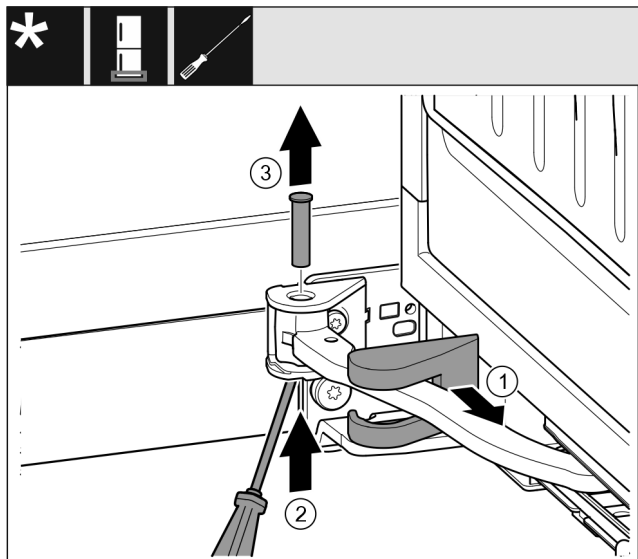

Fig. 15
- ▶ Retirar la cubierta del soporte de apoyo y desplazarla a lo largo de la articulación. Fig. 15 (1)
- ▶ Levantar el perno desde abajo con ayuda del dedo o de un destornillador. Fig. 15 (2)
- ▶ Con el destornillador, desplazar debajo de la cabeza del perno y extraer. Fig. 15 (3)